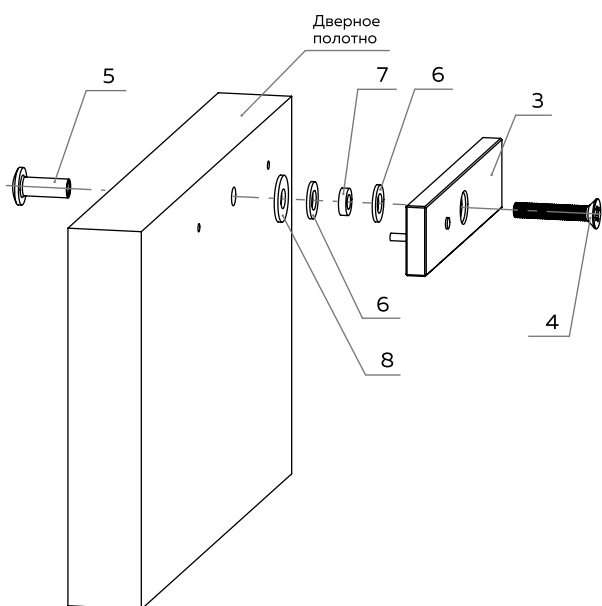

Рисунок 8
- 5 С внутренней стороны дверного полотна установить ответную планку 3 в последовательности (см. рис. 8).
**ВАЖНО:** Для плотного прилегания ответной планки 3 к электромагниту 1 замка необходимо обеспечить подвижность ответной планки 3 (см. рис. 9), поэтому между дверным полотном и ответной планкой 3 должно обязательно находиться кольцо резиновое 7 (см. рис. 8, 9).